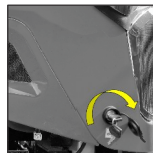

Fig. 4.9
1. In primo luogo, inserire la chiave nel foro previsto nella parte anteriore del cofano come mostrato in (fig. 4.9) Ruotarla in senso orario.